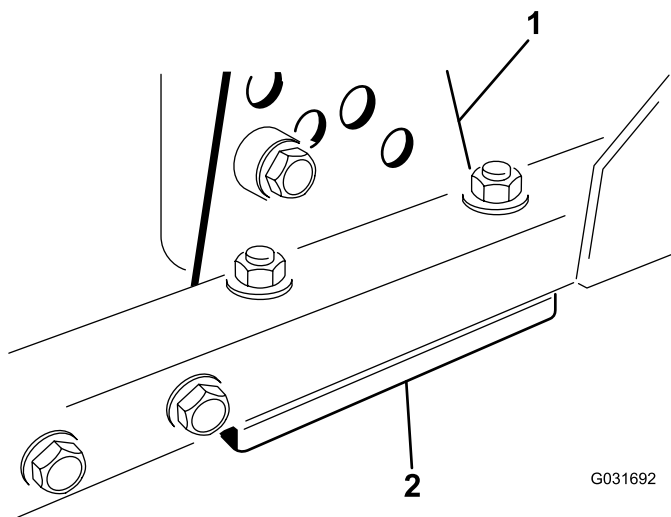

Рисунок 100
1. Снимите кронштейн высоты скашивания (передний, левый или правый) с рамы деки (Рисунок 100).
2. Установите регулировочные прокладки толщиной 1,5 мм и/или 0,7 мм между рамой деки и кронштейном, чтобы получить необходимую регулировку высоты (Рисунок 100).